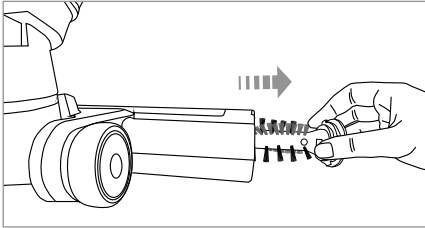

Abb. 8
- 3) Ziehen Sie die Bürstenrolle **18** aus der Bodendüse **16** heraus (Abb. 8).